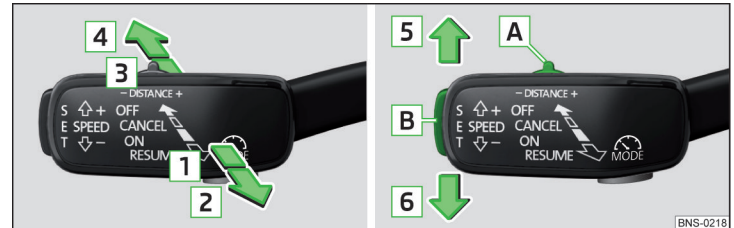

Abb. 276 Bedienungshebel
» Abb. 276
- Die Taste **SET** » Abb. 276 auf Seite 242 drücken.
- **oder:** Den Hebel in die gefederte Stellung **RESUME** » Abb. 276 auf Seite 242 einstellen.
- Den Hebel in die gefederte Stellung **CANCEL** » Abb. 276 auf Seite 242 einstellen.
Die gewünschte Geschwindigkeit wird mit dem Bedienungshebel eingestellt oder geändert » Abb. 276 auf Seite 242.
➤ Den Schalter **DISTANCE** in die gefederte Stellung – oder + einstellen » Abb. 276 auf Seite 242.
Ein Beschleunigungsvorgang kann jederzeit durch Betätigung des Bremspedals oder den Druckpunkt **CANCEL** am Bedienungshebel » Abb. 276 auf Seite 242 abgebrochen werden.